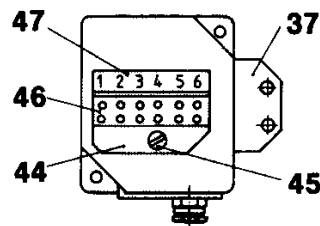

Fig. 6
1. a) Fixer le redresseur dans le boîtier (39) ou
b) Fixer l'embase (44) dans le boîtier (39) avec les vis à tête fraisée (45). Y monter le bornier à 2, 4 ou 6 bornes (46) avec les vis à tête cylindrique (48). Coller la désignation du bornier (47) sur l'embase (44). (Attention à la position de l'étiquette selon fig. 6.)
3. Fixer le support (37) avec les vis à tête cylindrique (49) au dos du frein.
4. Bien introduire le câble et ensuite serrer les écrous hexagonaux (42).
6. Fermer le couvercle. Faire attention au joint (51) et aux rondelles d'étanchéité (53).